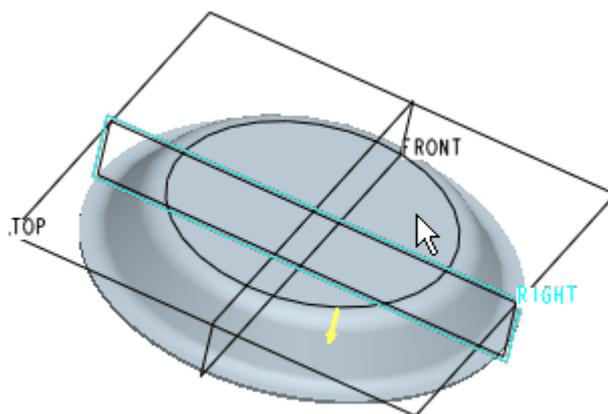

图 56-9
- (1) 在模型树中（或在模型中）选中孔特征，单击 ，打开阵列特征操控板。
- (2) 选择“填充”类型，单击 ，打开【剖面】对话框。
- (3) 如图 56-9 所示，选择模型底面为草绘平面，选择 RIGHT 基准面为视图方向参照。